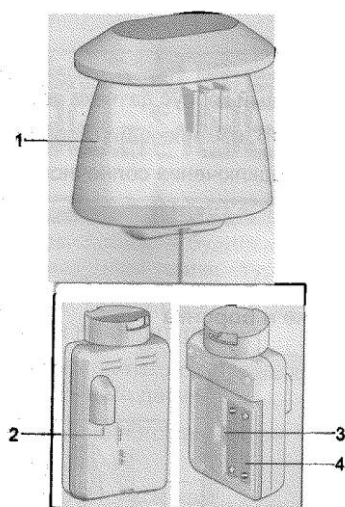

Рисунок 7 Датчик температуры и влажности воздуха
Датчик температуры и влажности воздуха (см. рисунок 7). Состоит из пластикового корпуса (1), гнезда подключения солнечной батареи (2), кнопки «сброс настроек» (3).